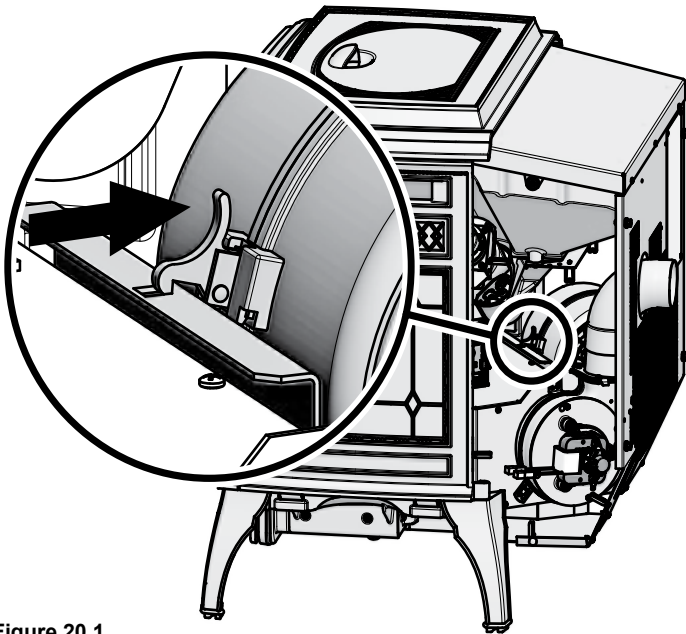

Figure 20.1
2. Enlevez le panneau gauche en desserrant les 2 vis au moyen d'un tournevis à tête cruciforme ou une clé (**Figure 20.1**).
5. Passez la main derrière le ventilateur et libérez l'attache en poussant le haut de l'attache en direction du ventilateur (**Figure 20.1**).
8. Une fois le ventilateur correctement positionné, l'attache s'engage dans l'encoche pour le maintenir en place (**Figure 20.1**).